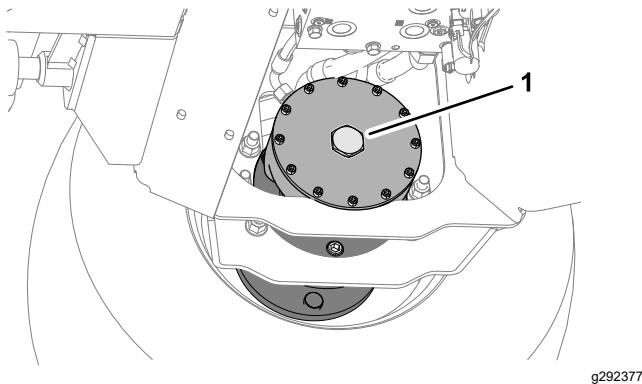

Bild 49
2. Montieren Sie die Sechskantschraube an die Motorenendplatte (**Bild 49**).
6. Verstauen Sie die beiden Schrauben, (12 x 40 mm) und Beilagscheiben (12 mm) in den Stützschielen der Plattform (Bild 49).